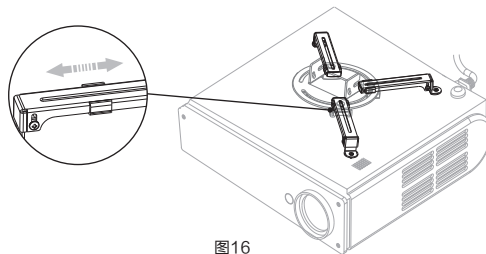

图16
- 2、如果为三个安装孔,需要先把四个安装支臂(4-3)从安装支架拆下。首先把三个安装支臂(4-3)装到投影机上,尽量把安装底盘(4-6)保持在投影机的中心位置,通过调整滑动安装部件(4-5)的位置将安装支臂(4-3)连接安装底盘(4-6)如图16。